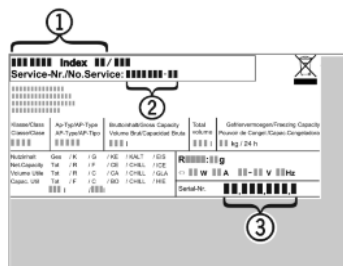

Fig. 7
- Z typového štítku odčítajte označenie zariadenia Fig. 7 (1), servisné č. Fig. 7 (2) a sériové č. Fig. 7 (3). Typový štítok je na ľavej vnútornej strane zariadenia.
- Upovedomte zákaznícky servis a oznámte chybu, označenie zariadenia Fig. 7 (1), servisné č. Fig. 7 (2) a sériové č. Fig. 7 (3).